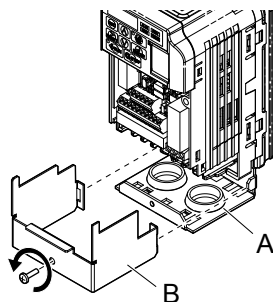

Figura 3.14 Remova a tampa frontal em um drive IP20/Chassis aberto 1
2. Solte o parafuso da tampa dos terminais (**Figura 3.14, B**) para removê-la e expor a braçadeira do conduíte (**Figura 3.14, A**).